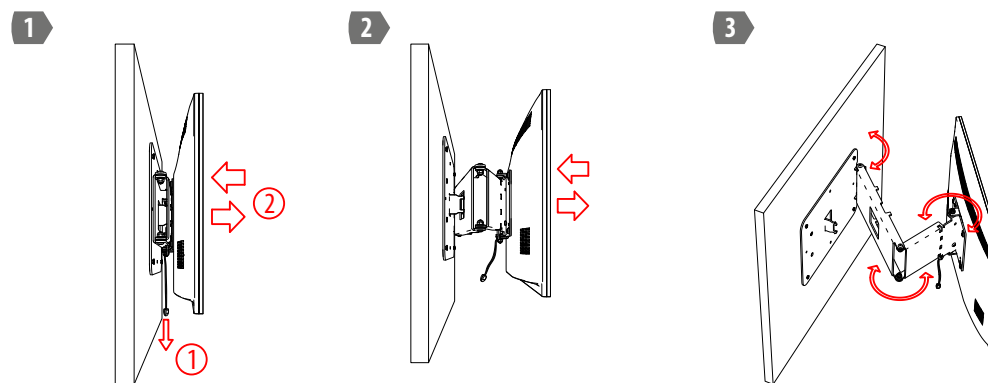

Рисунок 4. Регулировка положения телевизора или монитора.
7. Для разблокировки штанги держателя, как и в пункте 4, достаточно потянуть шнурок вниз для разблокировки замка фиксатора и отодвинуть телевизор от стены (см. рис. 4).